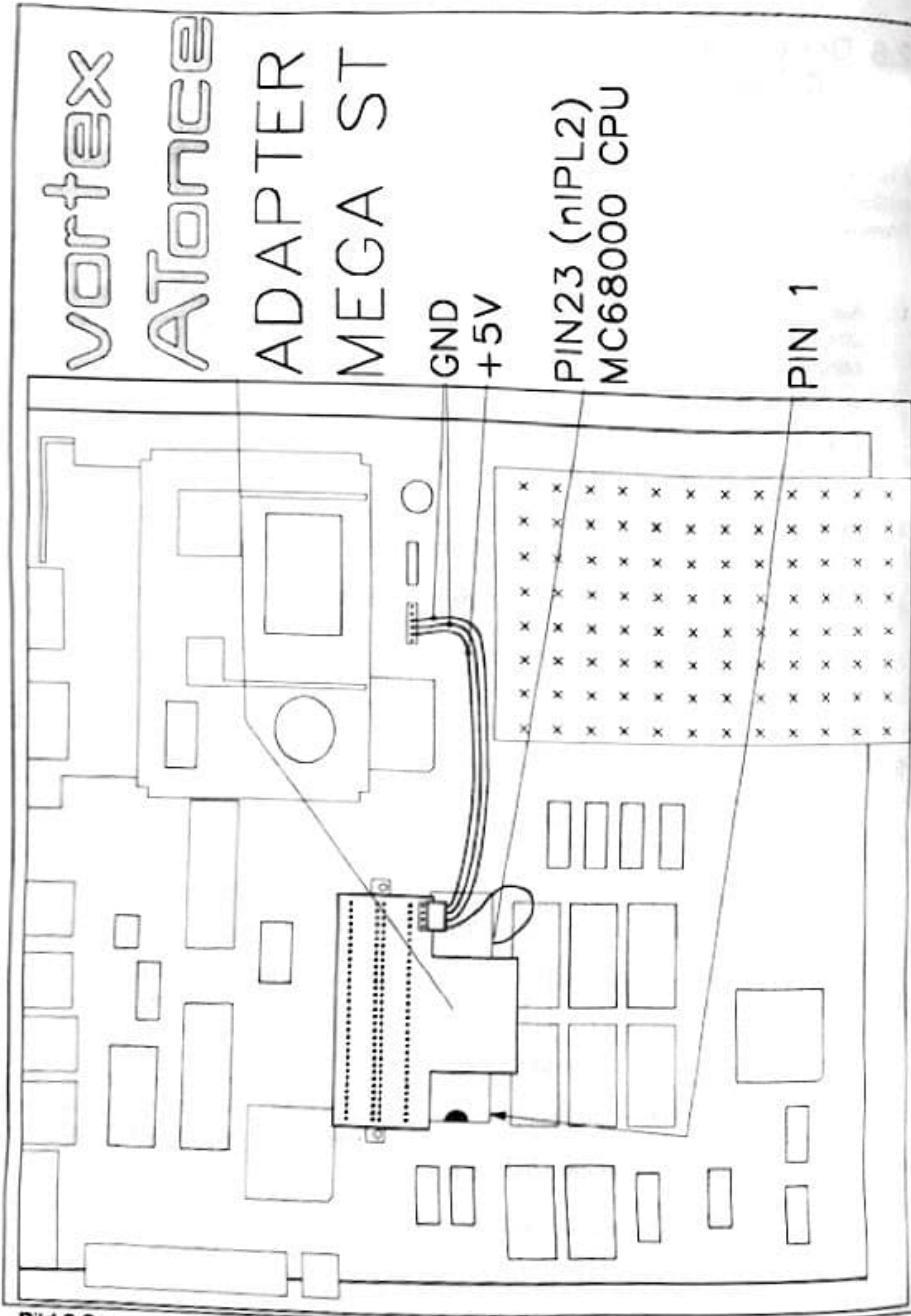

Bild 2.6.a
Am ATonce Mega ST Steckadapter befinden sich zwei unterschiedliche Kabel. Das eine Kabel ist eine freie Litze an deren Ende sich ein Druck-Clip befindet. Das andere Kabel ist ein kleiner Kabelbaum - bestehend aus drei Litzen -, an dessen Ende sich ein Stecker befindet. Den Druck-Clip nehmen und an den Pin 23 der MC68000 CPU anclippen. Dies ist in Bild 2.6.a der zehnte Pin von rechts. Anschließend den Steckadapter in den 64 poligen Steckplatz stecken. Den Stecker für die Spannungsversorgung des Steckadapters in die freie Stiftleiste des Mega ST stecken (vor dem Netzteil). Siehe hierzu Bild 2.6.a.
6. ATonce wie in Bild 2.6.b dargestellt in die Fassung des Steckadapters einstecken. Darauf achten, daß alle Pins der ATonce Leiterplatte (64 Stück) sauber in die Fassung eingeführt werden (nicht verkanten) und fest sitzen. Sollten andere Bauteile (Kondensatoren, Quarze etc.) ATonce berühren, so müssen diese gegebenenfalls vorsichtig umgebogen und/oder mit Isolationsklebeband isoliert werden.
7. Das freie, von der ATonce-Leiterplatte wehängende Kabel an den entsprechenden PIN des SHIFTER-Bausteins (PIN 39) anlöten. Über dieses Kabel erhält der ATonce seinen 16MHz Takt. Siehe Bild 2.6.b.